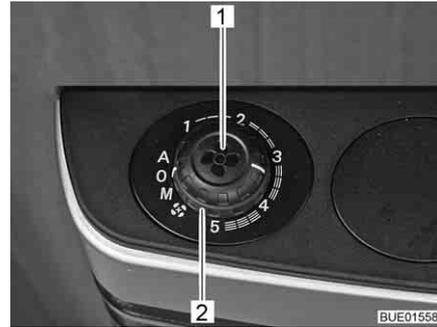

Bild 144 Drehknopf und Drehschalter für Gebläsesteuerung
- Gewünschte Betriebsart am Drehschalter (Bild 144,2) einstellen.
- Drehschalter (Bild 144,2) auf "0" stellen.